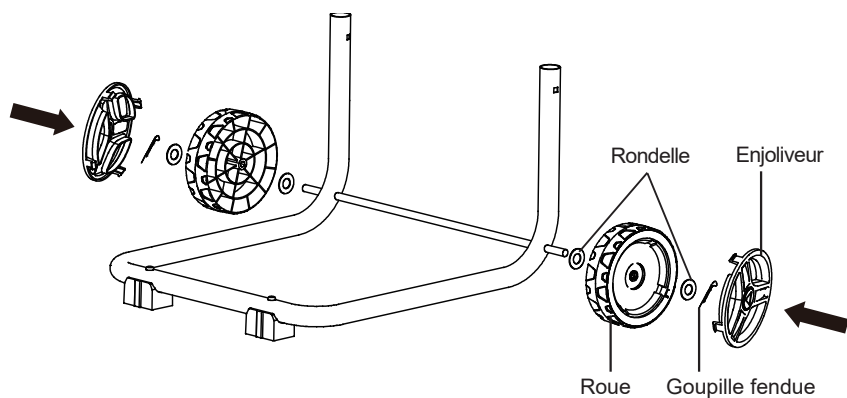

Fig. 2
- 1) Placez une rondelle sur l'extrémité de l'essieu, puis une roue et une autre rondelle, comme illustré (Fig. 2).
- 3) Enclenchez l'enjoliveur sur la roue. Répétez la procédure pour l'autre côté (Fig. 2). Faites tourner les roues pour vous assurer qu'elles sont correctement installées.